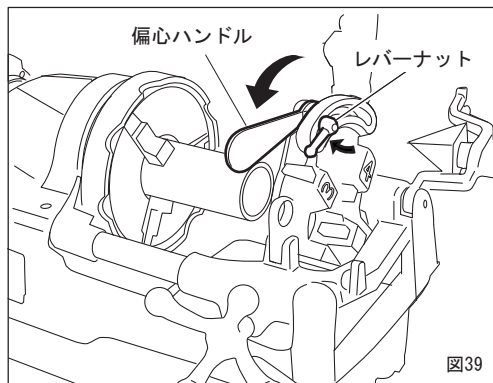

図39
- ① ねじ切りのサイズ寸法を合わせるには偏心台の目盛りを、ダイヘッドのサイズ目盛りのねじ切り寸法に合わせて、レバーナットを締めて固定してください。(図39)
- ② スイッチを入れますとオイルはダイヘッドから自動的に注油されます。
- ③ 送りハンドルを右回り方向に動かしパイプにチェーザを押し付け食い付かせてください。ねじ山が3~4山切れればあとは自動的にねじが切れます。